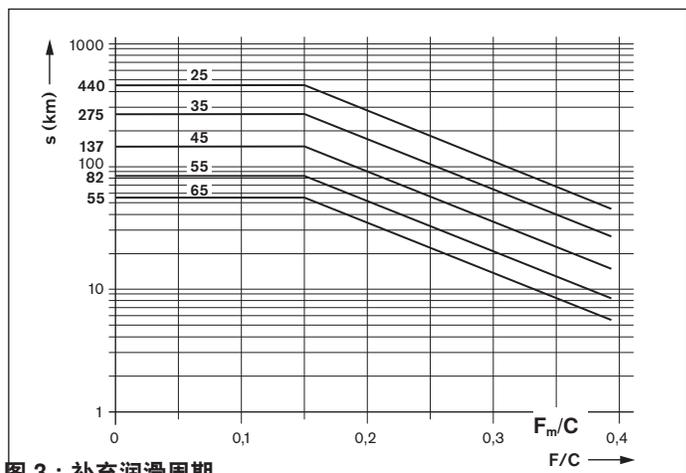

图 3：补充润滑周期
- s = 根据图 3 的补充润滑周期 (km)
- C = 额定动载荷 (N)
- F_m/C = 轴承当量动载荷 (N)